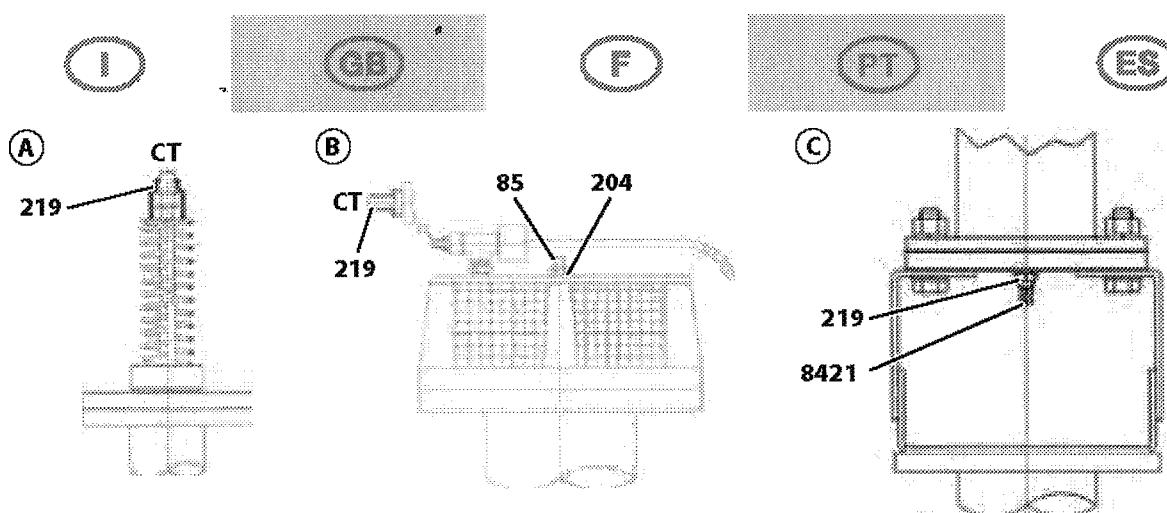

Fig.10
Se la valvola è dotata di sigillo nero CT (vedere Fig.10) è stata tarata in Robuschi. NON procedere all'operazione di taratura.
If the valve has a black CT seal (see Fig.10), it was set by Robuschi. DO NOT carry out the setting procedure.
Si la soupape est dotée d'un scellé noir CT (voir Fig. 10), c'est qu'elle a été tarée par Robuschi. NE PAS procéder au tarage.
Se a válvula tiver um selo preto CT (veja Fig.10) foi calibrada na Robuschi. NÃO realize a operação de calibragem.
Si la válvula está dotada de un sello negro CT (véase la Fig.10), ha sido calibrada en Robuschi. NO proceda a la operación de calibrado.
7.4.1 Funzionamento in pressione /P e /C (valvola RVP)(Fig.10-A)
7.4.2 Funzionamento in pressione /P (valvola VSM /P)(Fig.10-B)
7.4.1 Pressure operation /P and /C (RVP valve)(Fig.10-A)
7.4.2 Pressure operation /P (VSM /P valve)(Fig.10-B)
7.4.1 Fonctionnement en pression /P et /C (vanne RVP) (Fig. 10-A)
7.4.2 Fonctionnement en pression /P (vanne VSM /P) (Fig. 10-B)
7.4.1 Funcionamiento em pressão /P e /C (válvula RVP)(Fig.10-A)
7.4.2 Funcionamento em pressão /P (válvula VSM /P)(Fig.10-B)
7.4.1 Funcionamiento a presión /P y /C (válvula RVP)(Fig.10-A)
7.4.2 Funcionamiento a presión /P (válvula VSM /P)(Fig.10-B)
7.4.3 Funzionamento in vuoto /V (valvola RVV)(Fig.10-C)
7.4.3 Vacuum operation /V (RVV valve)(Fig.10-C)